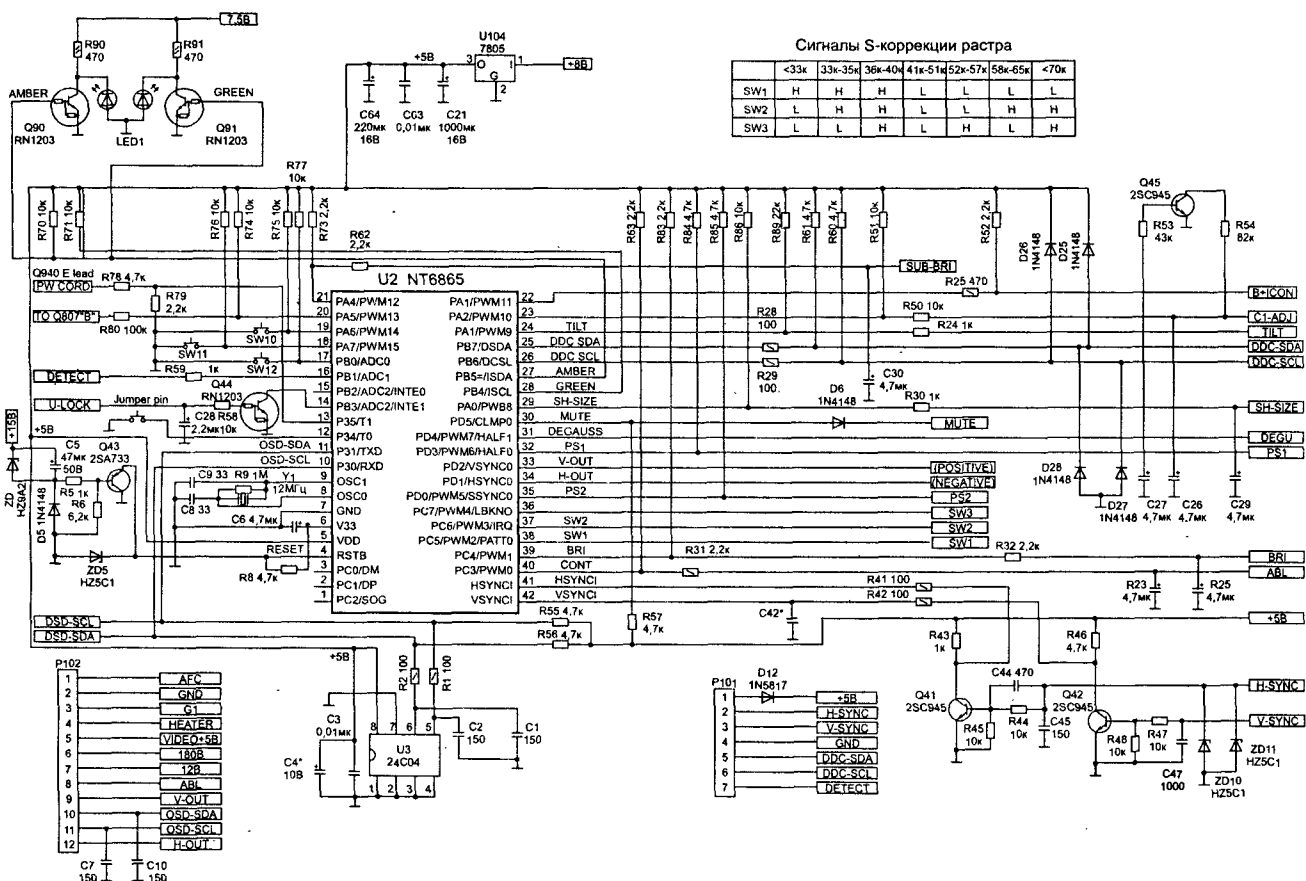

Рис. 6.2. Принципиальная электрическая схема. Микроконтроллер
- коррекцией геометрических параметров изображения сигналами SW1 — SW3, (выв. 36—38). Уровни этих сигналов для различных режимов работы строчной развертки показаны в таблице на рис. 6.2;
Следующим шагом проверяют наличие напряжения 8 В на выводах конденсатора C940. Отсутствие этого напряжения (при наличии напряжений 85, 15 и 53 В), может быть связано с неисправностью стабилизатора 5 В U104 (рис. 6.2), микроконтроллера и микросхемы памяти (при исправных C940, D940). Быстрый способ определения неисправного узла при подобной неисправности — выпаять микросхему памяти. Если при включении монитора светодиод мигнет красным цветом и потухнет — скорее всего неисправна именно эта микросхема. В других случаях проверяют микроконтроллер (заменой). Если напряжения 5 В нет или оно занижено, отпаивают выв. 5 микроконтроллера U2 и измеряют напряжение на выходе стабилизатора U104. Если напряжение равно нулю, а входное напряжение в норме (8 В) — заменяют U104. В противном случае заменяют микроконтроллер. Если же питающее напряжение (5 В) на выв. 5 МК есть, а монитор не включается, проверяют наличие генерации на выводах кварцевого резонатора Y1. Здесь возможны два варианта: на выв. 9 МК сигнал есть, а
В первую очередь проверяют поступление синхроимпульсов по сигнальному кабелю от видеокарты компьютера (конт. 2 и 3 на разъеме P101, рис. 6.2). При их отсутствии — проверяют кабель и разъем, видеокарту (проверка проста — отключают кабель от компьютера и проверяют наличие сигналов на RGB-выходе видеокарты, см. таблице 6.3).
Следующим шагом проверяют наличие импульсов H-SYNC, V-SYNC на выв. 41 и 42 МК (рис. 6.2), а также V-OUT, H-OUT — на выв. 33 и 34 соответственно. Если нет импульсов на выв. 42 и 41, проверяют транзисторы Q41, Q42 и их питание (5 В), а если нет выходных импульсов V-OUT, H-OUT — проверяют питание МК (5 В на выв. 5). В случае, если питающее напряжение занижено, проверяют стабилизатор U104 и элементы C54, C53, C21, D26, D25. Также проверяют наличие высокого уровня напряжения на выв. 4 МК (сигнал RSTB) в рабочем режиме. Если на этом выводе низкий потенциал, проверяют элементы Q43, D5, C5.